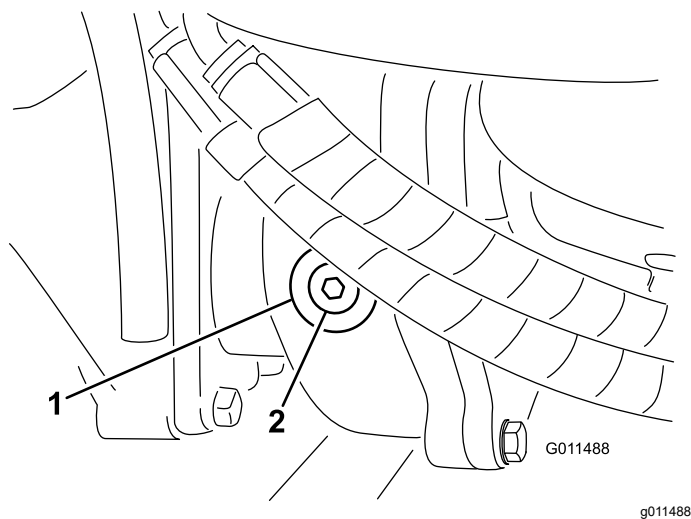

Figura 108
2. Retire el tapón de verificación/llenado del lado izquierdo de la caja de engranajes y asegúrese de que el lubricante llega al borde inferior del orificio (Figura 108).